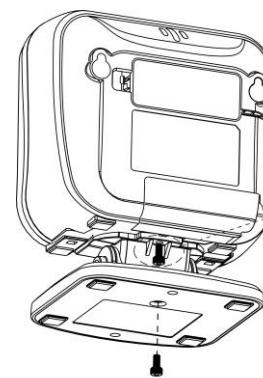

图 2-2
- 2、如图 2-2 所示，通过一颗螺丝把底座固定在影像平台上。